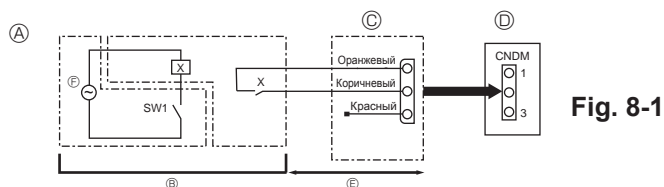

Fig. 8-1
8.1. Малошумный режим (модификация по месту) (Fig. 8-1)